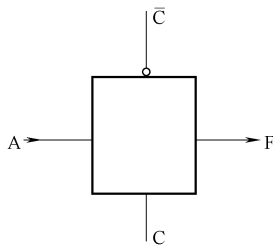

图 14-39 CMOS 传输门电路符号
10) CMOS 传输门。CMOS 传输门就是用 CMOS 电路构成的传输门，所谓传输门就是一种可控开关电路，它接近于一个理想的电子开关，其导通时电阻只有几百欧，截止时的电阻高达  $M\Omega$  级。传输门用 TG 表示，TG 是英文 Transmission gate 的缩写，如图 14-39 所示是 CMOS 传输门电路符号。